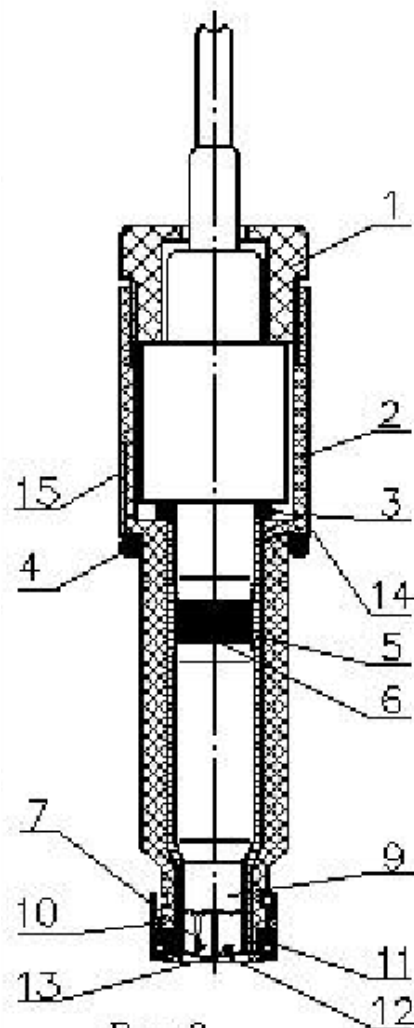

Рис. 3.
12.1. Сборка (см. рис. 3).
12.1.2. Отвинтить гайку 1 (см. рис. 3) и вынуть электролитическую ячейку.
**ВНИМАНИЕ!** При работе или длительном хранении АС с раствором электролита (более 1 года) могут возникнуть трудности с разборкой АС из-за высыхания и кристаллизации солей раствора электролита в корпусе АС. В этом случае необходимо открутить гайку 1 (см. рис. 3) и с помощью шприца залить 1 мл дистиллированной воды в верхнюю часть корпуса 2. Через 2 – 6 часов амперометрический сенсор можно достать из корпуса не прикладывая усилий.
12.4.2. Вылить раствор электролита из корпуса 2 (см. рис. 3), промыть дистиллированной водой и тщательно просушить корпус.